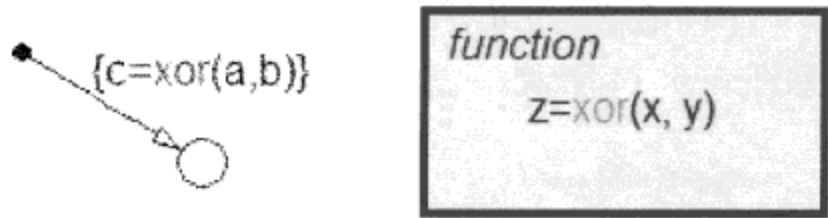

图 3.6.11 调用 Stateflow 图形函数
(6) 图表添加相应的数据、事件后,就可以通过状态动作或迁移动作实现图形函数的调用了,如图 3.6.11 所示。